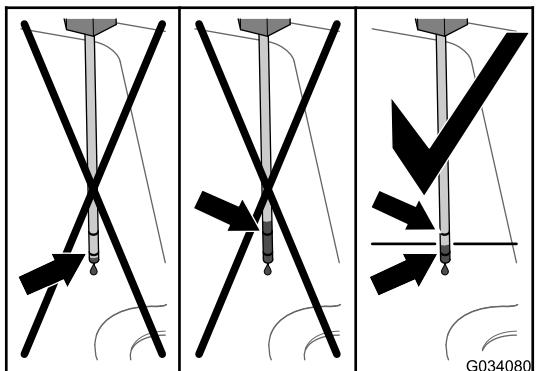

図 99
6. ディップスティックを抜いて油量を点検する図 99。油量は、ディップスティックの 2 本のマークの間にあれば適正である。
7. 所定の油圧オイルを補給口 図 99 から補給する。2 本のマークが示す規定範囲の中間までオイルを入れる。